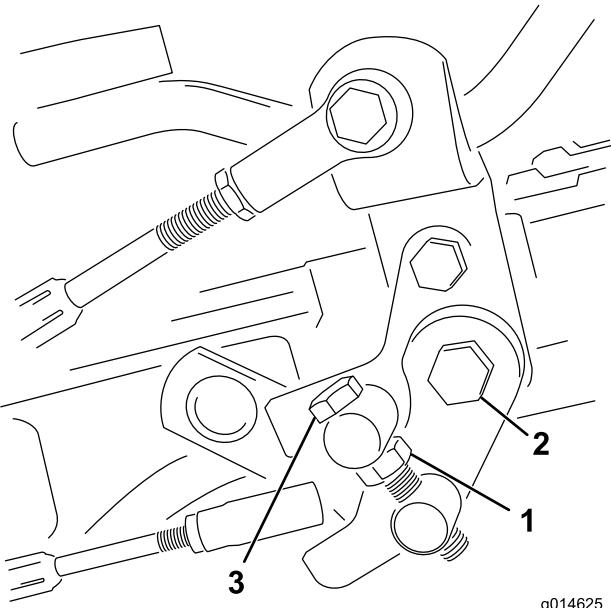

Figura 49
1. Liberte a porca de bloqueio do parafuso do eixo (Figura 49).
4. Aperte a porca de bloqueio no parafuso do eixo e a porca na articulação do pedal para bloquear o ajuste (Figura 49). Verifique o ajuste e ajuste se for necessário.